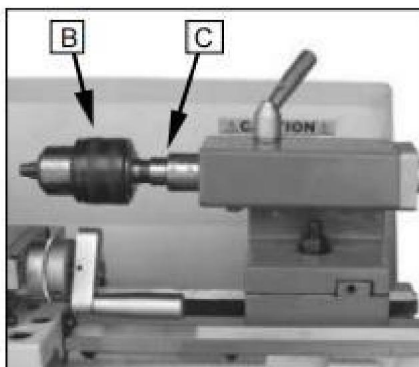

Fig. 28
Za pomocą uchwytu wiertarskiego należy przytrzymać wiertła centrujące i wiertła kręte w koniku (B) (rys.28).